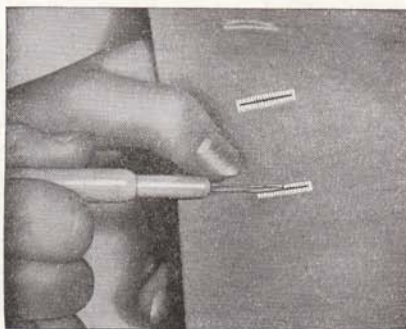

Abb. 27.
10. Das Knopfloch vorsichtig mit dem Knopflochmesser (S 15399 auf dem Umschlag), das im Werkzeugkasten liegt, aufschneiden (Abb. 27).